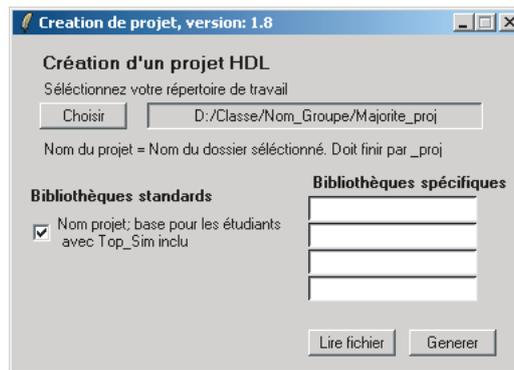

FIGURE 2.2 – Fenêtre de création d'un nouveau projet
2. Lancer le script *HDL_NewProject_MultiLibrary.tcl*, la fenêtre de la figure 2.2 apparaît.
1. Lancer le script *HDL_NewProject_MultiLibrary.tcl*, la fenêtre de la figure 2.2 apparaît.